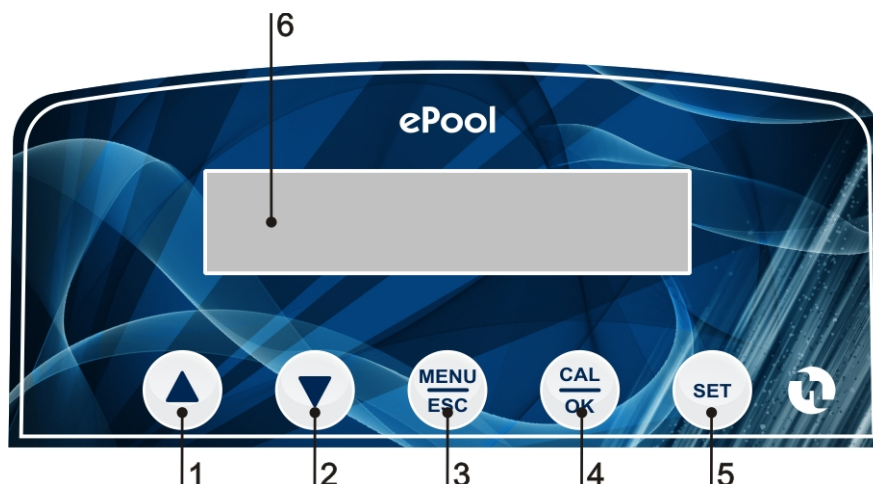

Fig. 4 – Painel de Comandos
- Desconectar o plugue da rede elétrica ou por meio de um interruptor onipolar de 3 mm mínimo de distância entre os terminais. (Fig. 4).
Pressione ao mesmo tempo as setas para cima (1) e para baixo (2), (fig. 4) por alguns segundos
Com a bomba em stand-by, pressione ao mesmo tempo MENU/ESC (3) e CAL/OK (4) para encher as mangueiras (FIG.4).